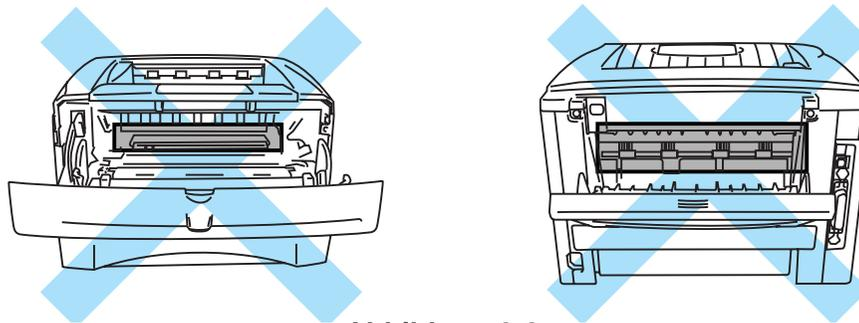

Abbildung 6-2
**⚠** Wenn Sie den Drucker gerade benutzt haben, können einige der Innenteile extrem heiß sein. Nach dem Öffnen der vorderen oder rückwärtigen Abdeckung niemals die in Abbildung 6-2 schattiert dargestellten Bereiche berühren!